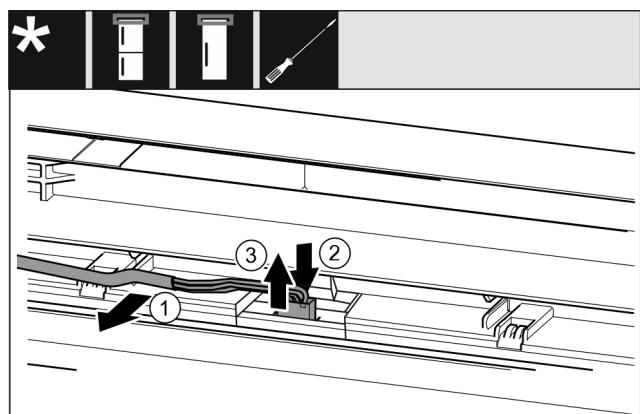

Fig. 18
- Graues Kabel vorsichtig aus der Führung in der Tür lösen. Fig. 18 (1)